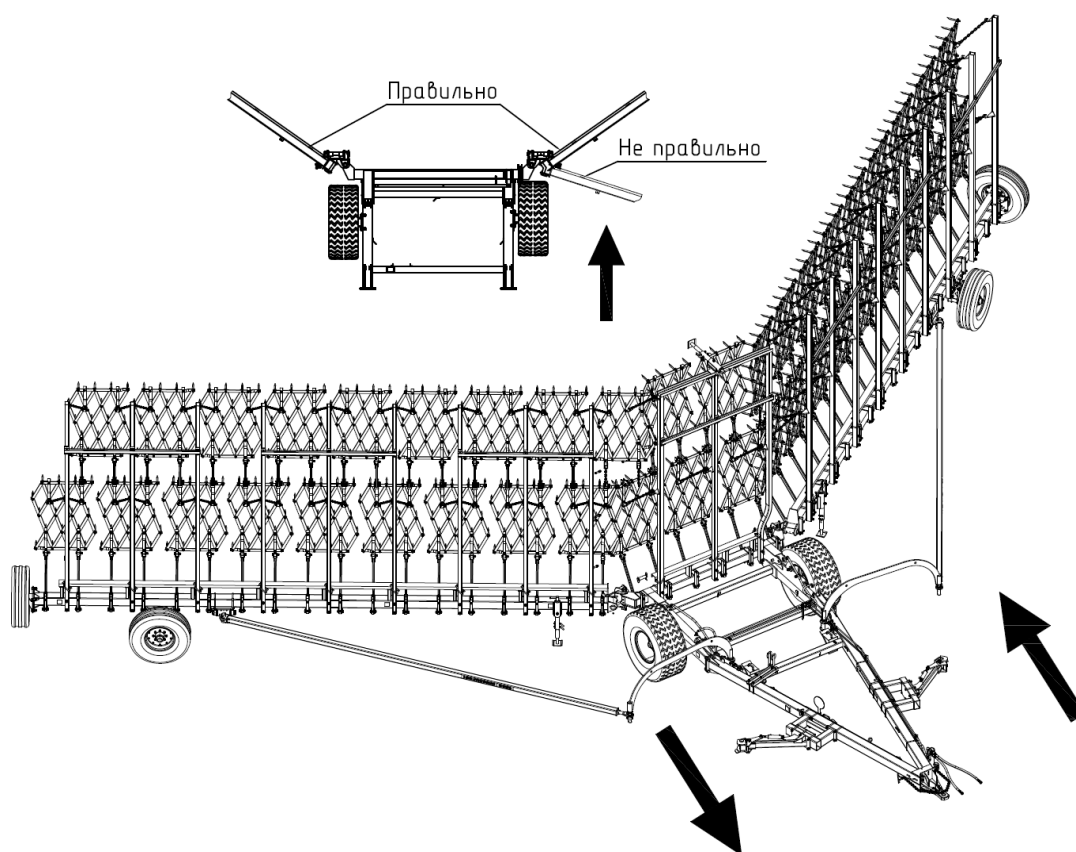

Рис.16 Маневр для перевода бороны в транспортное (рабочее) положение.
7.5.2 Движением трактора назад (рис.17) перевести боковые балки с бороны в рабочее положение (рис.16) (в одну линию с центральной балкой).